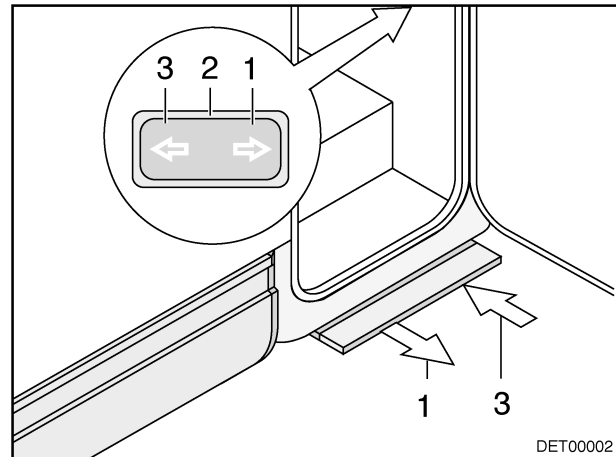
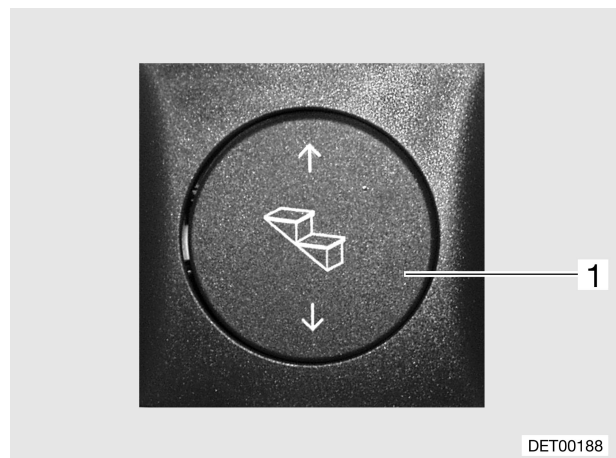

Bild 2 Bedienschalter Eintrittstufe (Variante 1)
Bild 3 Bedienschalter Eintrittstufe (Variante 2)
- ▲ Der Schalter (Bild 2,2) bzw. (Bild 3,1) zum Bedienen der Eintrittstufe ist im Inneren des Fahrzeugs im Bereich der Eingangstür angebracht.
- Vordere Hälfte des Wippschalters (Bild 2,1) drücken, bis die Eintrittstufe vollständig ausgefahren ist.
- Hintere Hälfte des Wippschalters (Bild 2,3) drücken, bis die Eintrittstufe vollständig eingefahren ist.
- Wippschalter (Bild 3,1) unten drücken, bis die Eintrittstufe vollständig ausgefahren ist.
- Wippschalter (Bild 3,1) oben drücken, bis die Eintrittstufe vollständig eingefahren ist.